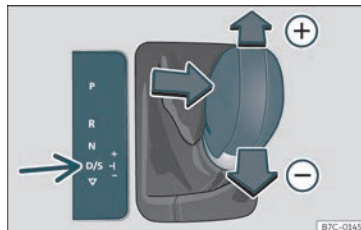

Fig. 202 Consola central: canviar amb tiptronic.
- Empenyeu la palanca cap endavant (+) o cap enrere (-) per augmentar o reduir la marxa »» fig. 202.